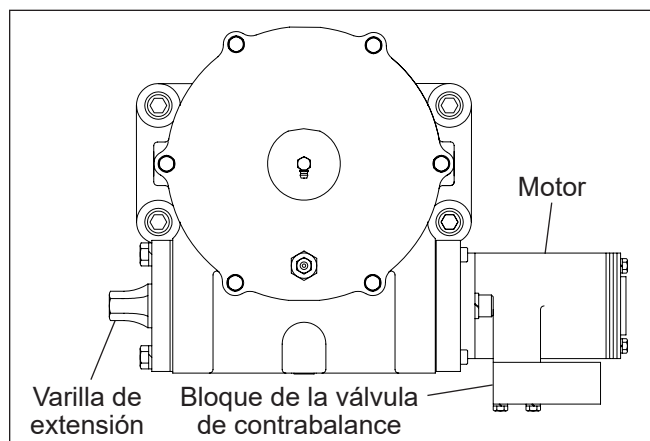

Figura 5.13 — Caja de engranajes de rotación
1. Ubique el bloque doble de la válvula de retención de contrabalance en el motor de rotación (consulte la Figura 5.13).